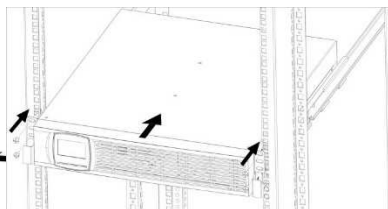

Figura 14: Montaggio nel rack
6. Fissare le staffe di montaggio del sistema UPS nel rack (cfr. Figura 14).